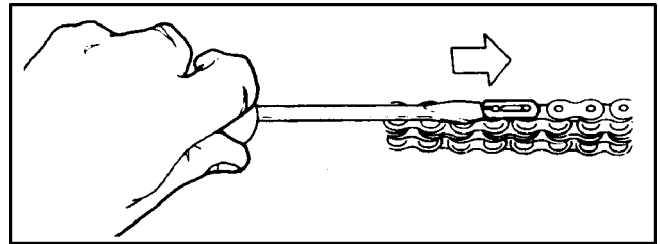
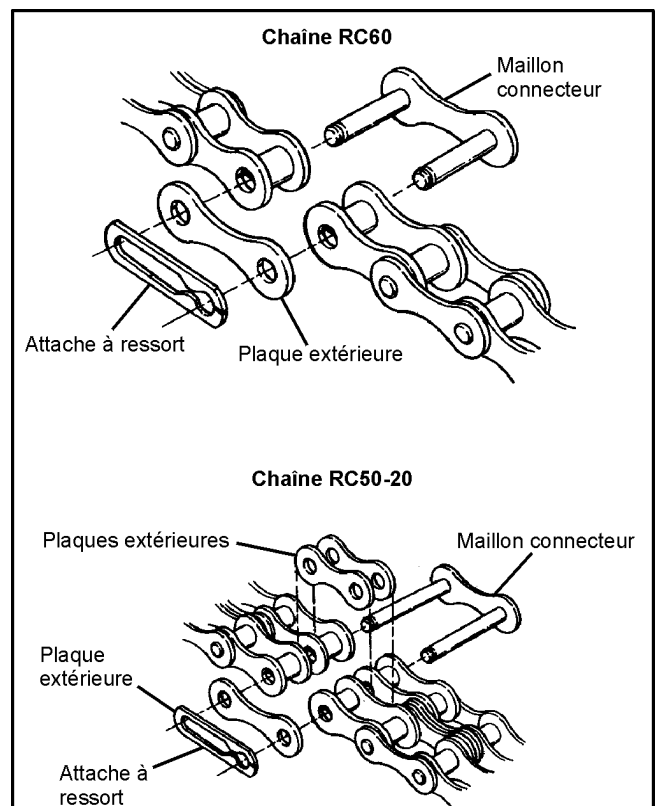
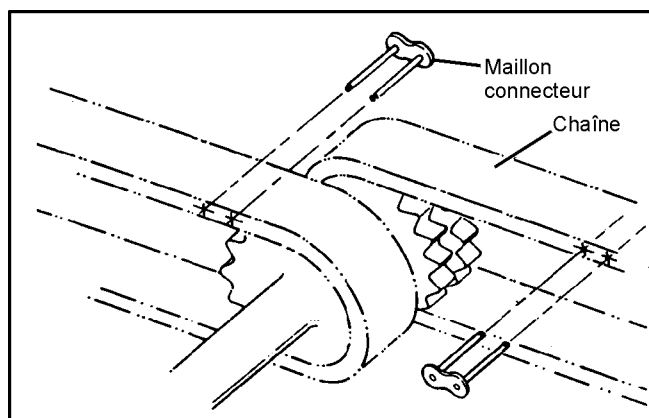

Figure 7-5. Retrait de l'attache à ressort.
Figure 7-6. Pièces détachables du maillon connecteur de la chaîne
Figure 7-7. Installation du maillon connecteur.
5. Enlever l'attache à ressort du maillon connecteur (figure 7-5). Enlever la plaque extérieure et sortir le maillon connecteur. Les plaques internes seront libérées quand le maillon connecteur sera retiré (figure 7-6).
2. Tirer les bouts de la chaîne l'un vers l'autre et insérer le maillon connecteur comme indiqué aux figure 7-6 et figure 7-7. Pour raccorder la chaîne RC50-2, insérer les plaques intérieures avant d'engager complètement le maillon connecteur.
2. Enlever l'attache à ressort ou les goupilles fendues, selon le modèle, du maillon connecteur. Enlever la plaque externe et sortir le maillon connecteur. Sur les modèles qui utilisent une chaîne d'entraînement double 40 ou 50, alors que le maillon connecteur est retiré, les plaques internes se libéreront (voir figure 7-6). Les modèles qui utilisent des chaînes d'entraînement uniques 60 n'ont pas de plaques internes.
3. Replacer la plaque externe et l'attache à ressort (figure 7-5). *Remarque : les chaînes des modèles Avenger et Frontier sont retenues par deux (2) goupilles fendues. Toujours utiliser des goupilles neuves.*